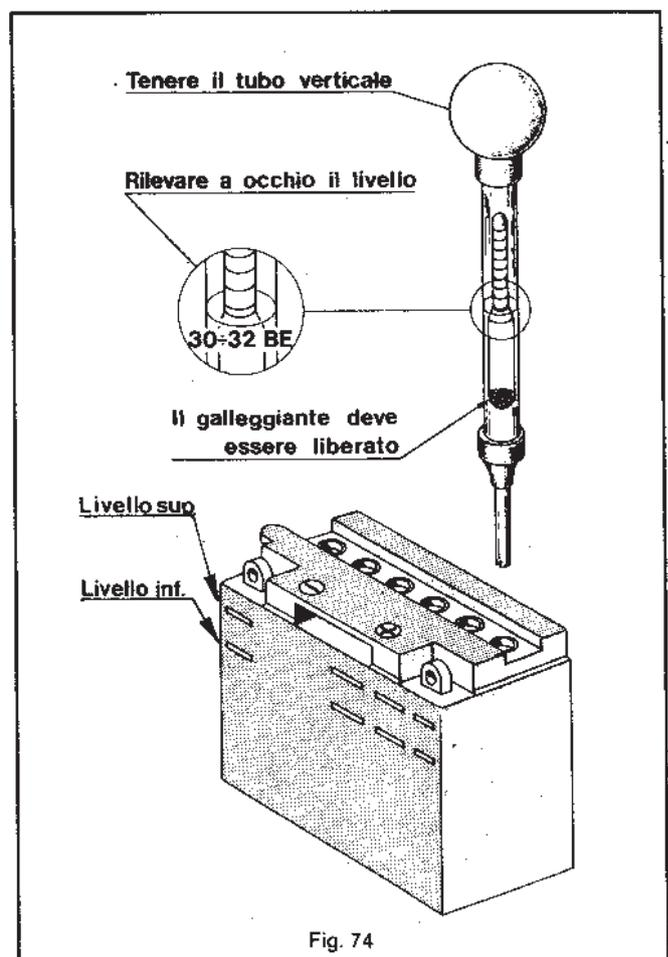

Fig. 74
- 1) - Tolto il nastro adesivo e levati i tappi, immettere negli elementi acido solforico, qualità per accumulatori di peso specifico 1,26, corrispondente a 30° Bé a temperatura non inferiore a 15° C, fino a raggiungere il livello superiore (ved. fig. 74).
Il livello dell'elettrolito, che deve essere controllato con frequenza, deve raggiungere il livello superiore (ved. fig. 74). Per ripristinare detto livello bisogna usare **esclusivamente acqua distillata**.
Dopo aver ripristinato il livello dell'elettrolito controllarne la densità con l'apposito densimetro (ved. fig. 74). A batteria carica si dovrà riscontrare una densità di 30÷32° Bé corrispondenti ad un peso specifico di 1,26÷1,28 a temperatura non inferiore a 15° C.